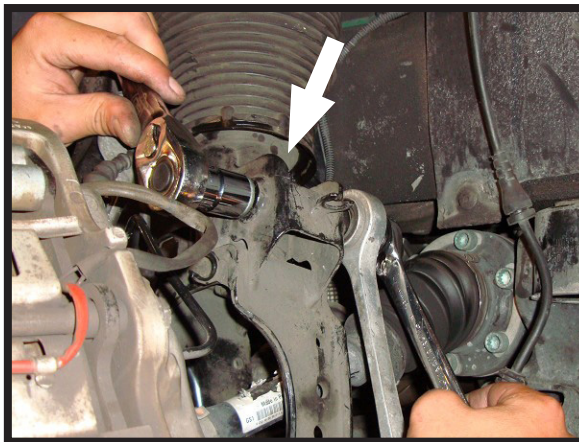

FIGURA 10-6
7. STACCARE IL BULLONE DEL COLLEGAMENTO TERMINALE DELLA BARRA STABILIZZATRICE CON L'AMMORTIZZATORE. (FIGURA 10-6)